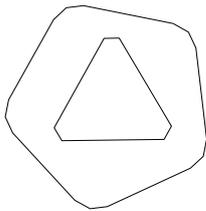

Рисунок 1.2
- командой **Сопряжение** выполнить закругление углов пятиугольника (рисунок 1.2).